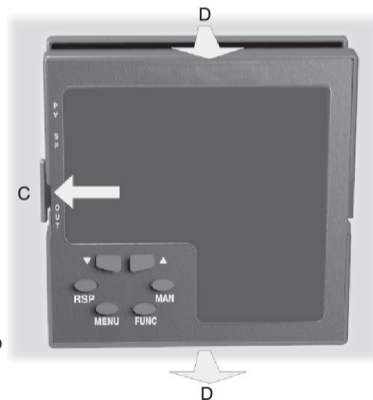

Рис. 14.б
- 3) Пока защелка раскрывается, подхватите справа прибор (см. Рис. 14.а)
Рис. 14 а
- 5) Пока защелка раскрывается, подхватите справа прибор (см. Рис. 14.б)